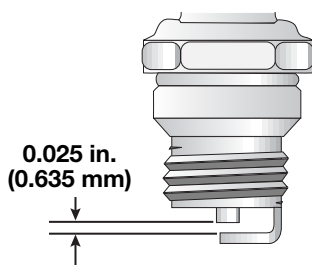

Fig. 40
3. Remplacez toute bougie fendillée, encrassée ou sale. Réglez l'écartement à 0,635 mm (0,025 po) à l'aide d'une jauge d'épaisseur (Fig. 40).